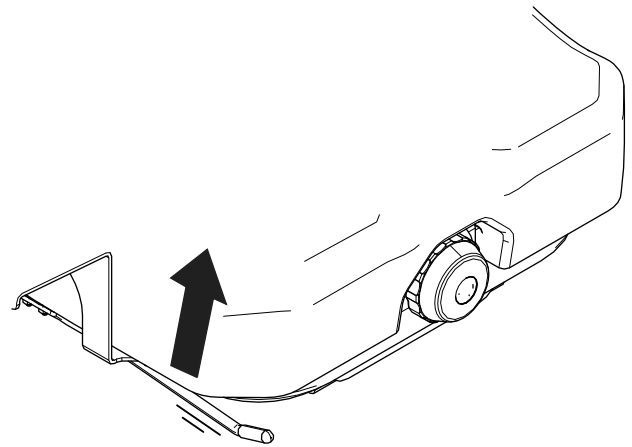

Figura 6
- **Modelli n. 31981 e 31982:** sollevate la leva di bloccaggio per rilasciare il sedile (Figura 6), spostate il sedile in una posizione comoda e rilasciate la leva di bloccaggio per fissare la posizione del sedile.